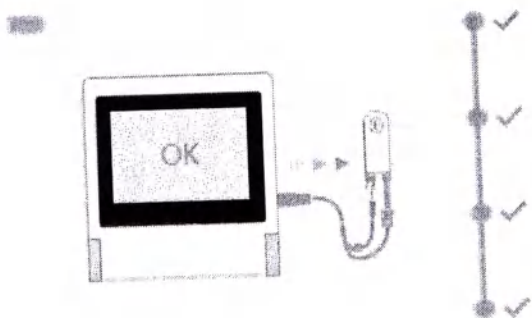

Рис. 31 «OK» аксессуары в порядке
- Проверка начнётся автоматически и результат – либо "OK" (Рис. 31), либо "ERROR" (Рис. 32) – будет показан на экране.